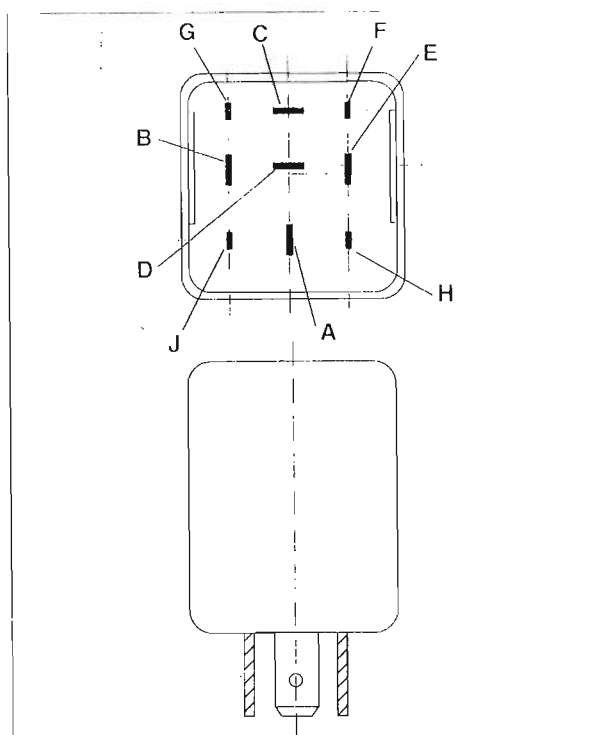

Fig. 25
6.F UNIDAD DEL RETRASO DEL APAGADO DE LA LUZ INTERIOR (Fig. 25)